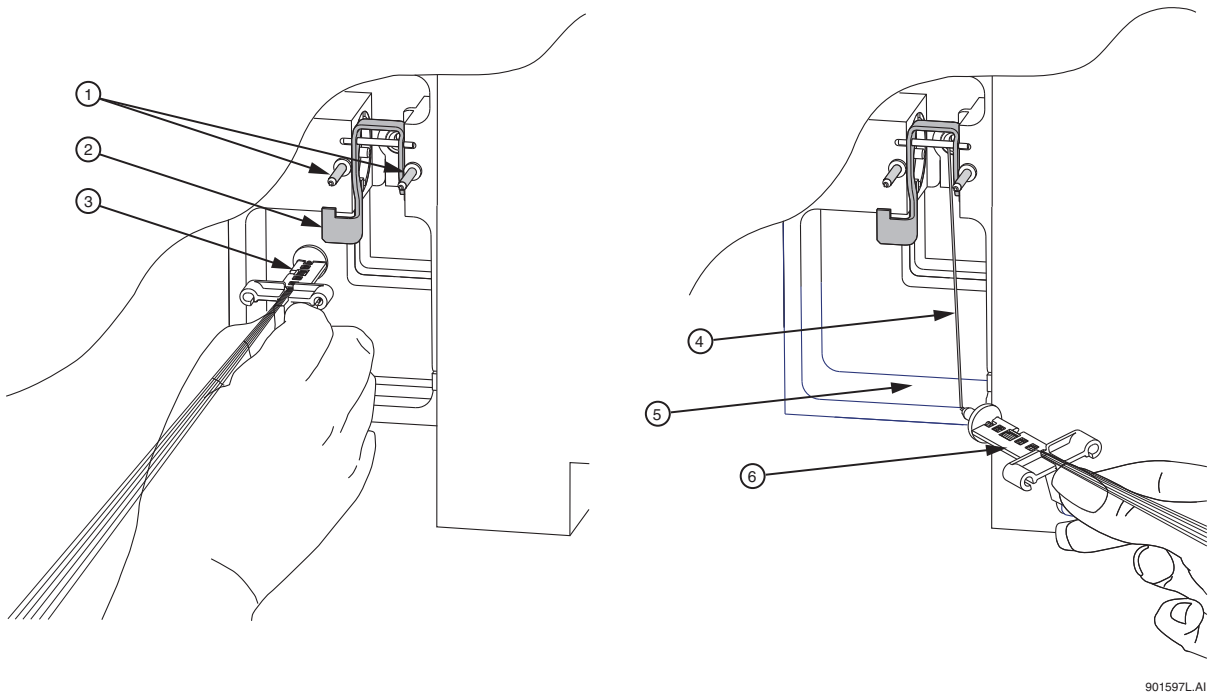

图 9.3 拆卸 / 更换阵列接头
7. 提起弹出杆（图 9.3），释放阵列接头。
8. 握住阵列接头卡（图 9.3），然后：
16. 握住阵列接头卡，并将阵列接头与歧管开口和导销对齐。将装置推入歧管，直到完全固定在导销底部（图 9.3）。